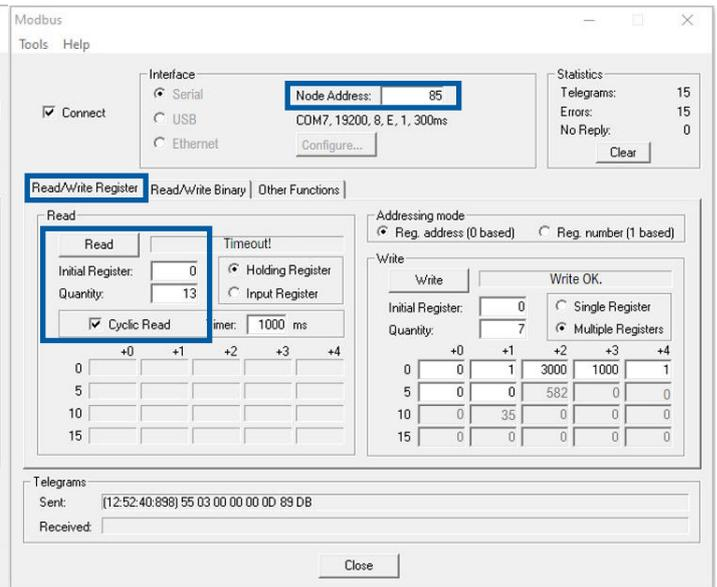

Abbildung 17 - Modbus-Kommunikation fehlgeschlagen
- Schritt 2: Wählen Sie "Lesen/Schreiben-Register", geben Sie die Startadresse und die Menge der Register ein und klicken Sie auf "Lesen". Überprüfen Sie, ob die Lese-Funktion erfolgreich ausgeführt werden kann. Bei erfolgreicher Kommunikation wird dies wie in Abbildung 15 angezeigt. Bei fehlgeschlagener Kommunikation wird dies wie in Abbildung 17 angezeigt, und es ist erforderlich, die richtige Adresse dieses ECM-Motors zu erhalten (siehe Schritt 3).